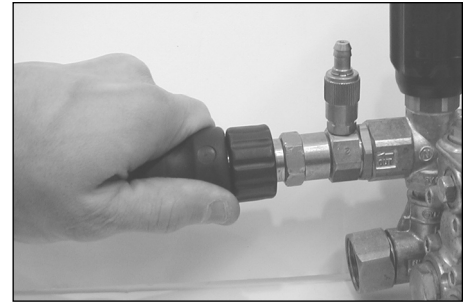

Figura 5 - Conecte la manguera de alta presión a la bomba
5. Conecte la manguera de alta presión a la salida de la bomba (vea la figura 5).